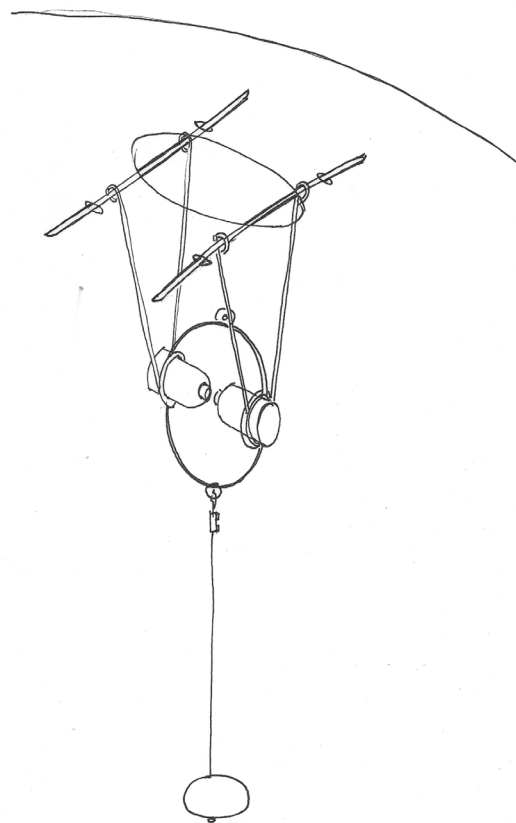

Figure 2
- Pour les nuages avec galets il est possible de régler la hauteur du galet grâce au serre câble (figure 2).
- For clouds with rollers it is possible to adjust the height of the roller thanks to the cable clamp (Figure 2).